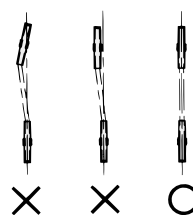

図6
- モータープーリーとファンプーリーは、一直線上に配列されなければなりません。(図6)